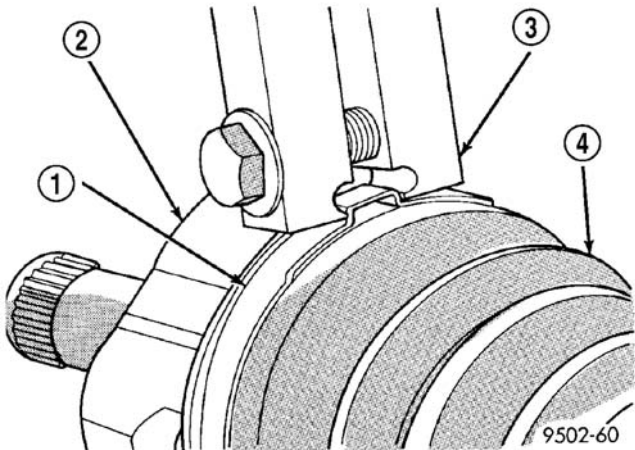

图 21 安装在密封套卡箍上的卷边工具
- (1)把卷边工具 C-4975-A 置于卡箍的桥上方(图 21)。